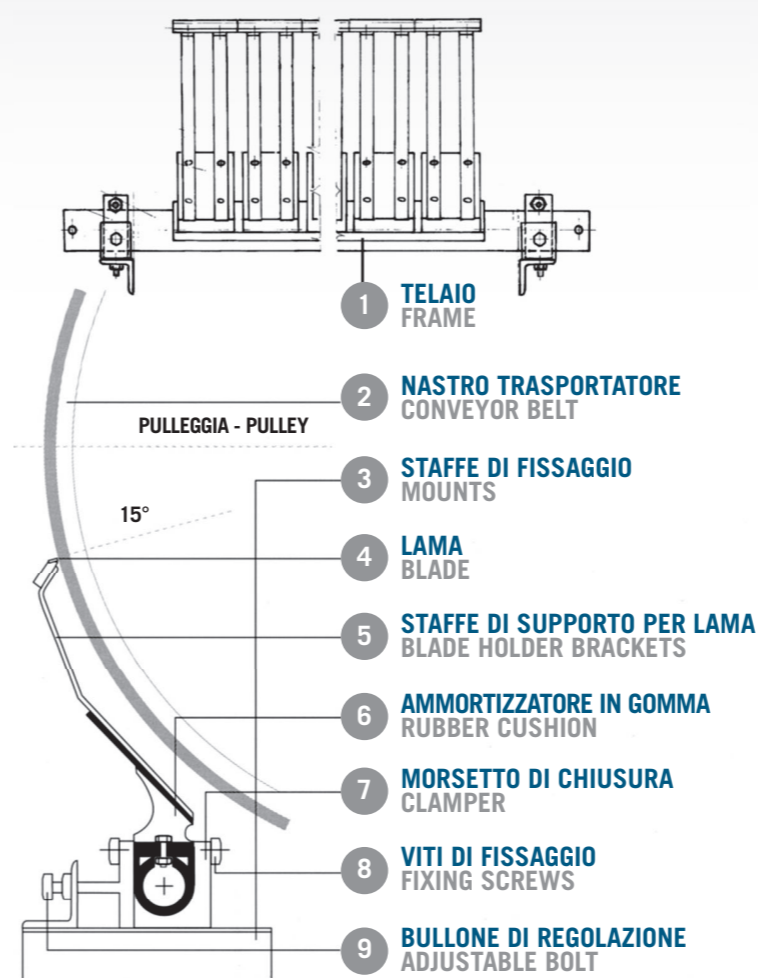

fig. 1
Il raschiatore multilama è illustrato nella fig. 1. Il raschiatore a lame elastico modello T dovrebbe essere installato in una zona compresa fra l'asse orizzontale e un angolo di 15° al di sotto di esso. Il raschiatore viene montato tramite l'installazione delle staffe di fissaggio (pos.3) in una posizione orizzontale rispetto al nastro, e con i morsetti di chiusura del tubo (pos.7) in una posizione intermedia nella guida fig.2. Se è necessario, lasciare una larghezza di dimensioni proporzionali alla misura delle staffe di supporto della lama in accordo con il diametro della puleggia. Posizionare i morsetti del tubo su entrambi i lati (pos.7), allentare le viti (pos.8) controllare il contatto fra le lame ed il nastro e regolare la pressione usando le viti (pos.9) con una escursione di circa 25 mm. Se si verificassero delle vibrazioni anomale, regolare nuovamente il raschiatore. Per l'installazione su nastri con collegamenti meccanici, il raschiatore può essere capovolto tramite l'allentamento dei morsetti (pos.7).
The scrapers multiple-blades cleaner is illustrated in fig. 1. The model T elastic blade cleaner should be mounted in the area bounded by the horizontal axle and an angle of 15° below the horizontal axle. The cleaner is mounted by installing the mounts (pos. 3) in a horizontal position relative to the belt with the clamps set (pos. 7) in an intermediate position in the slots fig. 2. If necessary, provide an opening with the dimensions proportional to the size of the blade-holder brackets according to the diameter of the pulley. Set the tube clamps on each side. (pos. 7) loosen the screws (pos. 8) check the contact between the blades and the belt and adjust the pressure using the screws (pos. 9) with a range of approximately (25 mm.). If abnormal vibration develops, readjust the cleaner. For installation on belts with mechanical joints, the cleaners can be flipped over by loosening the clamp (pos. 7).